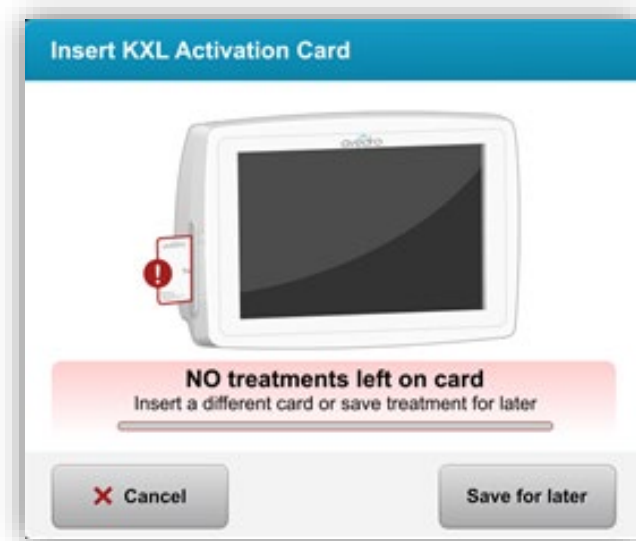

Figura 3-15. Nessun trattamento rimasto
- Se non rimangono trattamenti sulla scheda, il sistema chiede all'utente di inserire una nuova scheda o di salvare il trattamento per l'uso in un secondo tempo, come mostrato nella Figura 3-15.